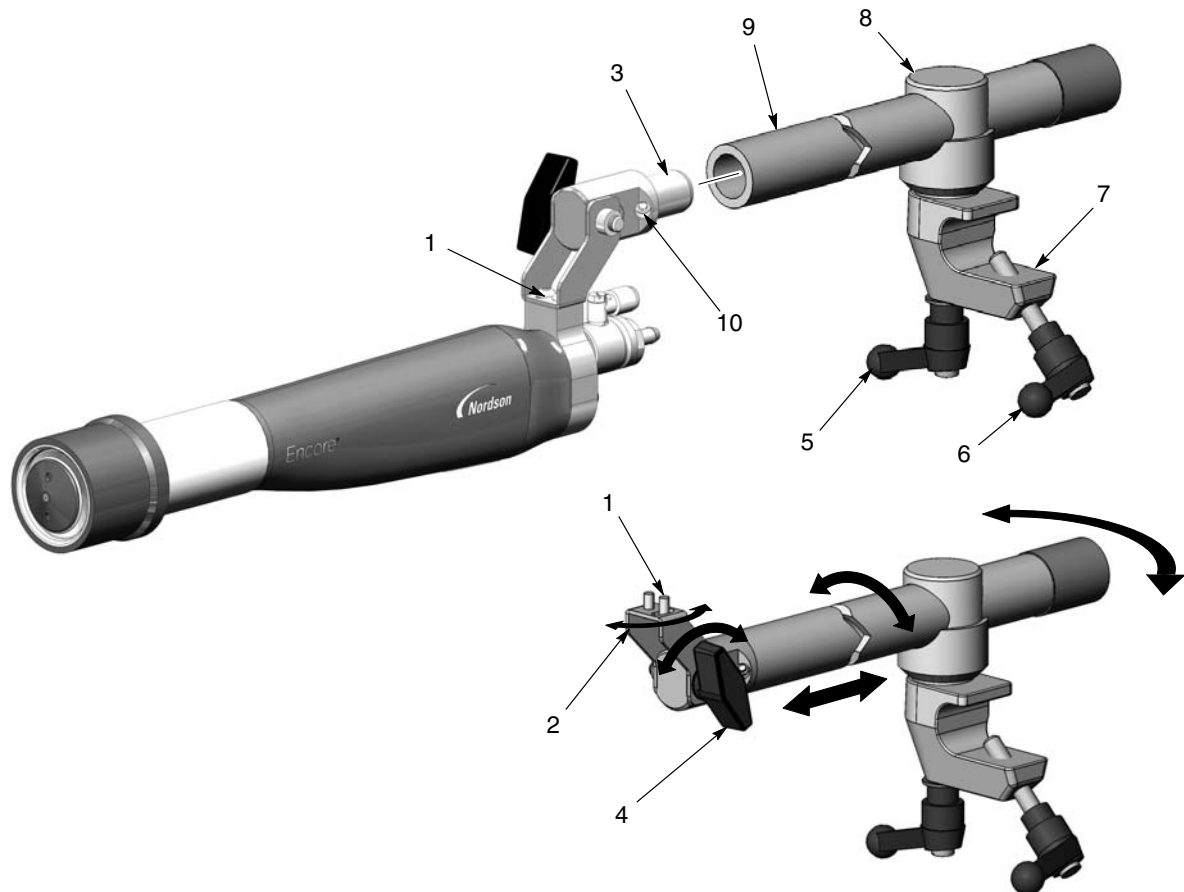
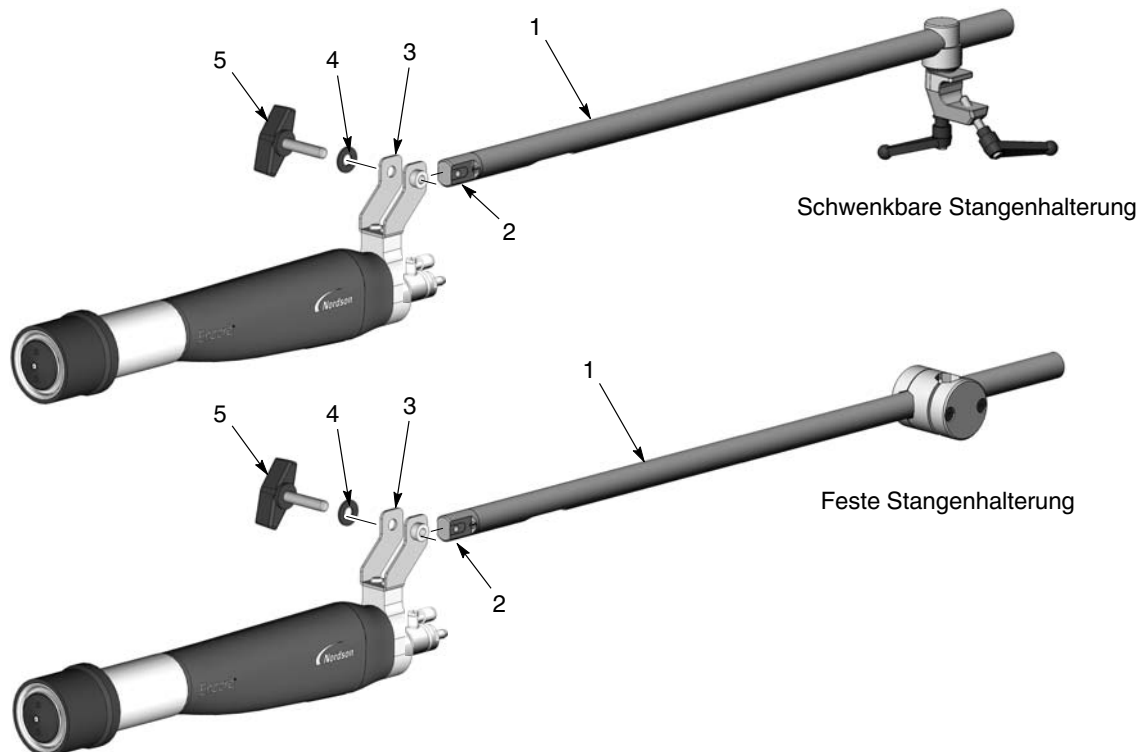
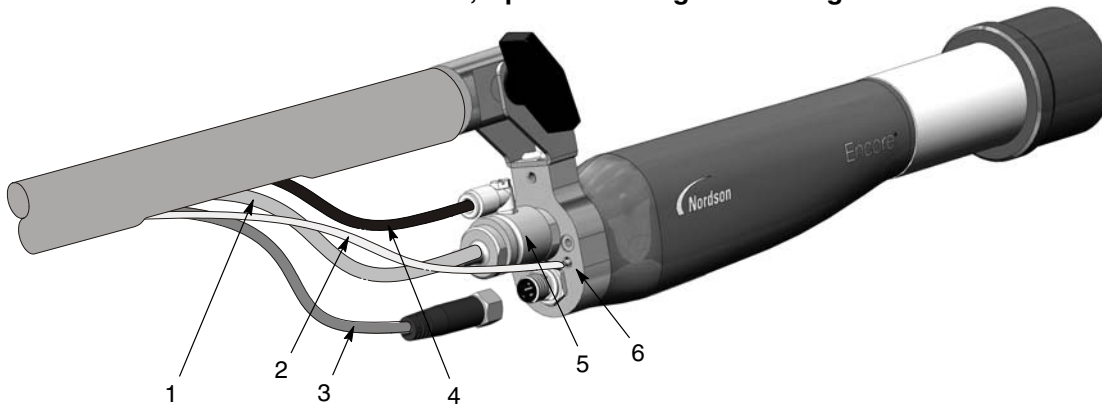

Abb. 3-1 Standardmontage der Pistole an einer Montagestange
Abb. 3-2 Optionale Sätze, Pistolenstangenhalterung
Abb. 3-3 Pistolenanschlüsse – Konusdüse abgebildet
1. Siehe Abbildung 3-1. Den Rohradapter (3) in das Ende der Einstellstange (9) montieren und durch Anziehen des Gewindestifts (10) mit einem 4-mm-Innensechskantschlüssel sichern.
- Zum seitlichen Versetzen der Pistolenspitze die rechte Schraube mit Halbrundkopf (1) lösen.
- Zum Kippen der Pistolenspitze nach oben oder unten die Kipp-Flügelschraube (4) lösen.
- Zum Drehen oder Vor- oder Zurückschieben der Einstellstange den Feststellhebel (5) lösen.
2. Die Klemme (7) auf einer 1 Zoll Montagestange positionieren und den Klammergriff (6) festziehen.
3. Pulverschlauch, transparenten 4-mm-Elektrodenspülluftschlauch und Pistolenkabel bündeln und mit Nordson Klettband an der Einstellstange befestigen. Gemäß Abbildung 3-3 an die Sprühpistole anschließen.
Siehe Abbildung 3-2. Die optionalen Stangenmontagesätze haben Einstellstangen (1) mit großem Innendurchmesser, durch die Pulverschlauch, Luftschläuche und Pistolenkabel verlegt werden können. Der mit der Sprühpistole gelieferte Rohradapter (2) kann mit diesen Sätzen nicht verwendet werden. Er muss durch den mit den Sätzen gelieferten Rohradapter ersetzt werden.
1. Flügelschraube und Unterlegscheibe (5, 4) losschrauben und von der Pistolenhalterung (3) abnehmen.
3. Das Ende des optionalen Rohradapters (2) in die Pistolenhalterung schieben und die Bohrung am Ende des Rohradapters mit den Bohrungen in der Pistolenhalterung ausrichten.
5. Siehe Abbildung 3-3. Pistolenkabel, transparenten 4-mm-Elektrodenpülluftschlauch und Pulverschlauch in dieser Reihenfolge durch das Endhalterungsrohr und durch die Aussparung herausziehen. Gemäß Abbildung 3-3 an die Sprühpistole anschließen.
Siehe Abbildung 3-3.